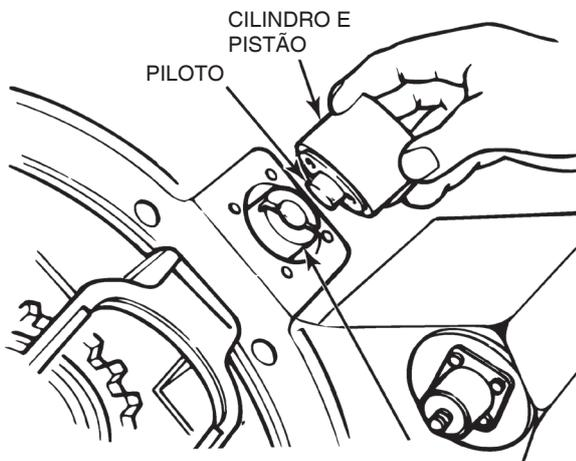

Figura 6.29
10. Instale o cilindro de ar dentro do alojamento na caixa do diferencial. Verifique se o piloto no pistão entrou no alojamento do eixo de acionamento. Figura 6.29.